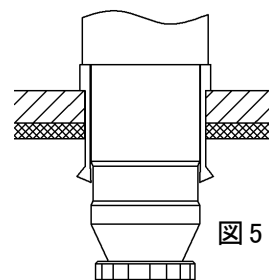

図 5
15) 大きな抵抗を感じたら穿孔機の送りを止める。(図 5)